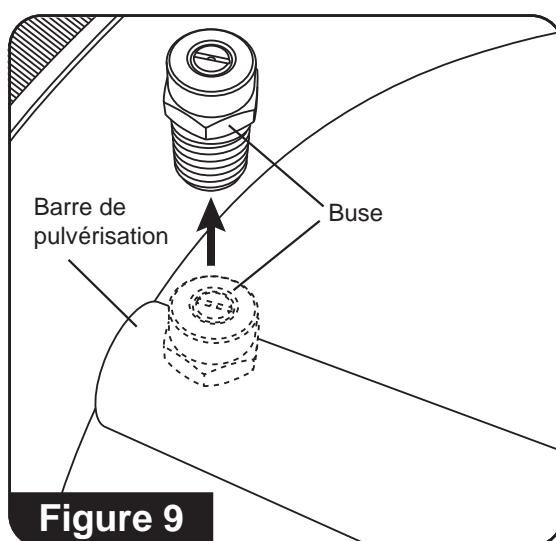

Figure 9
3. À l'aide d'une clé de 14 mm (non incluse), retirez les deux buses de la barre de pulvérisation (**consultez la figure 9**).